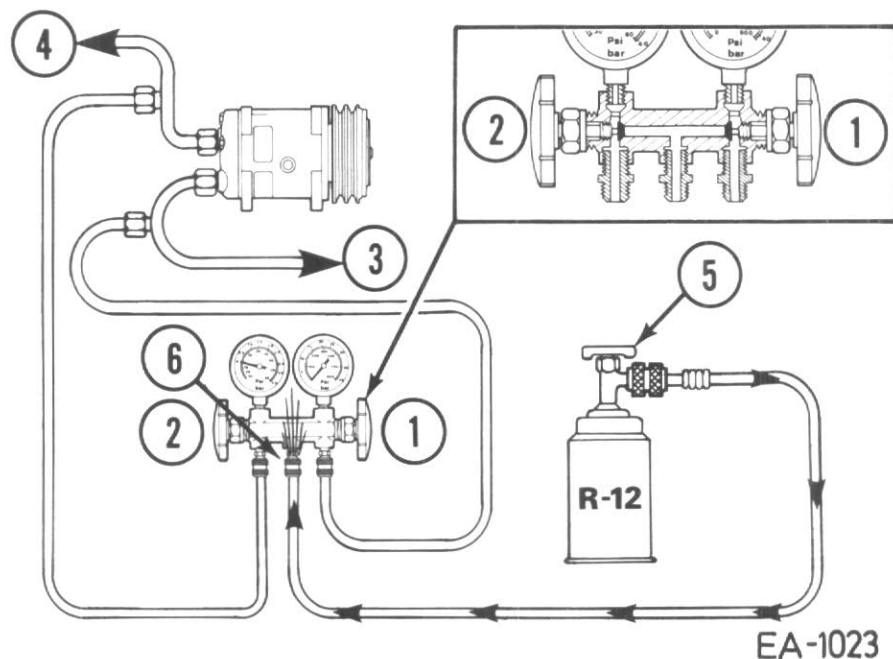

FIGURE 78
- 1 - Les robinets de la rampe (1 et 2) étant fermés, branchez la source de réfrigérant au flexible de mise en charge raccordé à la rampe distributrice. Puis ouvrez le robinet de la source de réfrigérant (5) et purgez l'air contenu dans le flexible en desserrant pendant quelques secondes le raccord situé sur la rampe (6), Fig. 78.